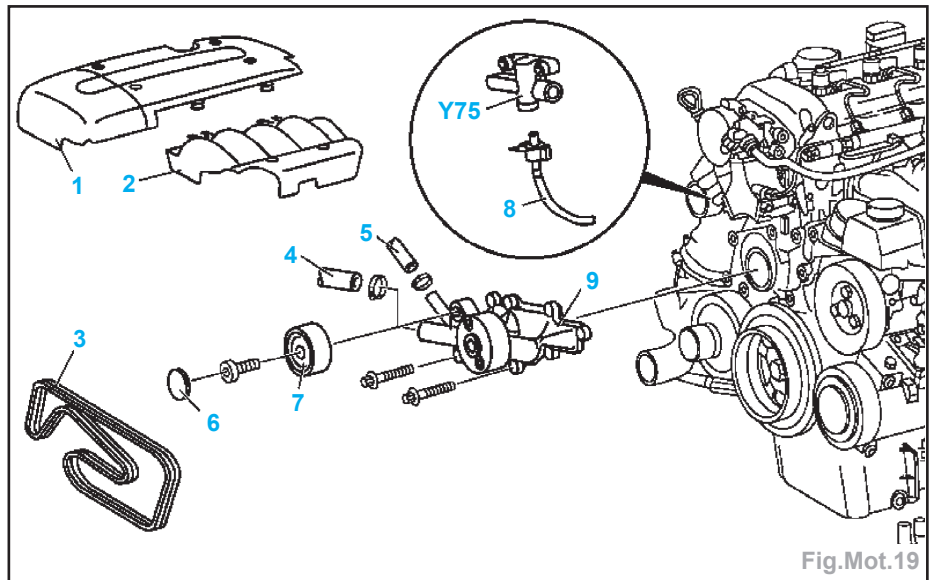

Fig.Mot.19
- Déposer le recouvrement du couverculasse (1) et le recouvrement du tuyau distributeur d'air de suralimentation (2) (Fig.Mot.19).
- Déposer la courroie trapézoïdale nervurée (3).
- Débrancher la durite radiateur/pompe à liquide de refroidissement (4) et la durite pompe de circulation/pompe à liquide de refroidissement (5) sur la pompe à liquide de refroidissement.